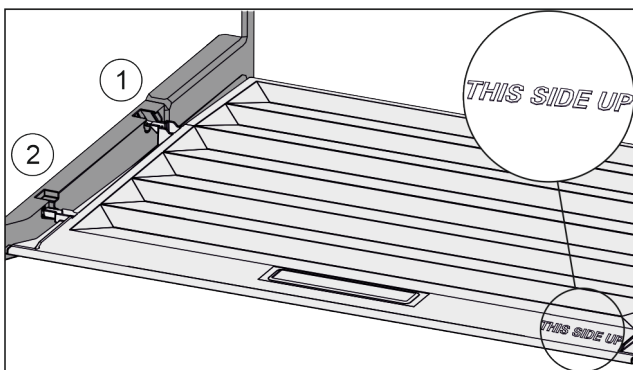

Fig. 69
- ▶ Dekselranden via de opening van de achterste houder Fig. 69 (1) aanbrengen en van voren in de houder Fig. 69 (2) klikken.